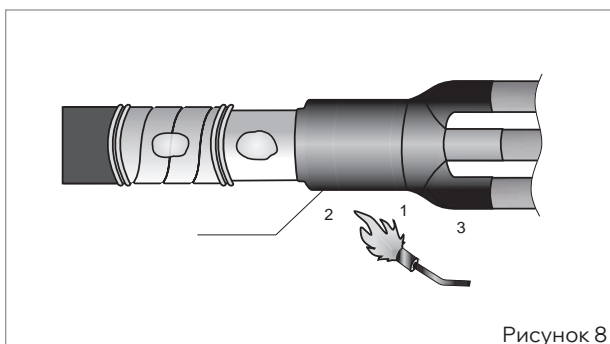

Рисунок 8
- Сблизить жилы кабеля. Надеть перчатку с усилием до упора в изолированный «корешок» разделки кабеля. Усадить перчатку, начиная от основания пальцев перчатки, вкруговую, затем в направлении оболочки кабеля. В последнюю очередь усадить пальцы перчатки на жилы кабеля. После усадки перчатка должна плотно облепать оболочку и трубки на жилах кабеля, а по торцам основания перчатки и пальцев должен быть виден выступивший расплавленный клей (рис. 8).